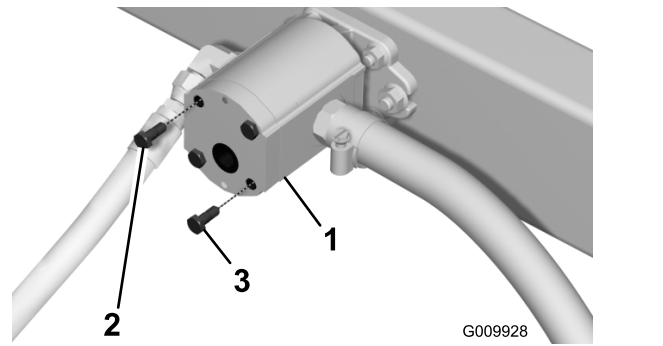

Figure 5
3. Enlevez les vis supérieure gauche et inférieure droite de la plaque de pompe existante (Figure 5).